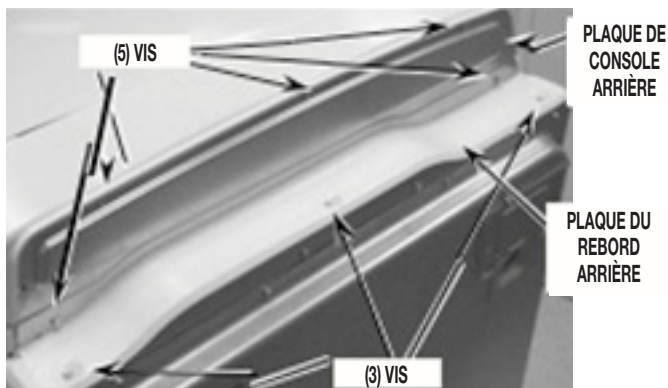

FIGURE 1
1. Ôter la plaque arrière de la console et la plaque du rebord arrière en dévissant huit (8) vis au total. Voir la Figure 1.